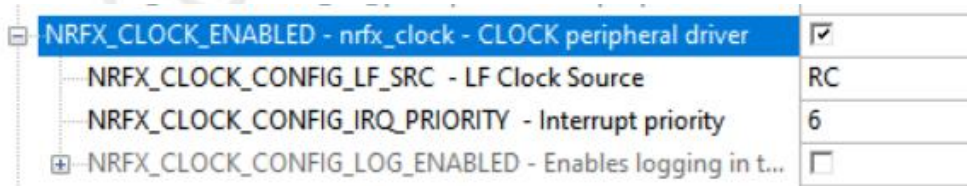

图 5.1：NRF_CLOCK_ENABLED
- 展开“nRF_Drivers”->“NRF_CLOCK_ENABLED”请按照图 5.1 进行修改：